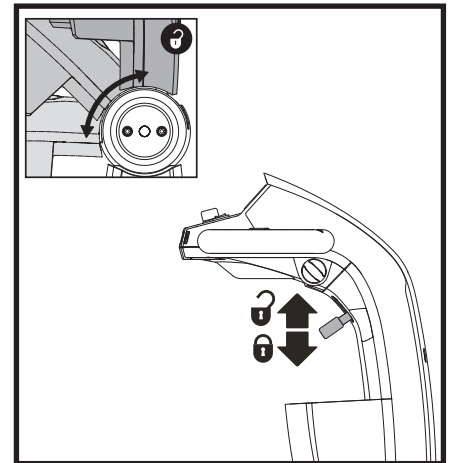

Figure 13. Réglage du guidon
REGLAGE DE L'INCLINAISON DU GUIDON (voir la figure 13)
1. Soulevez le levier de réglage de la barre. Voir la figure 13.